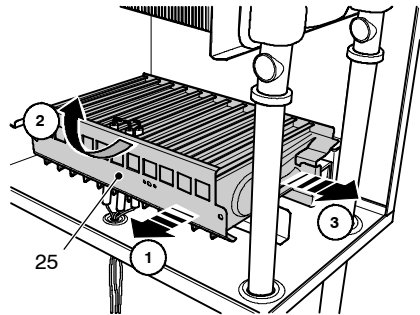

fig. 8.3
- 8 Togliere il bruciatore 25 in fig. 8.3 sfilandolo verso sinistra, ruotandolo verso l'alto e tirandolo frontalmente.